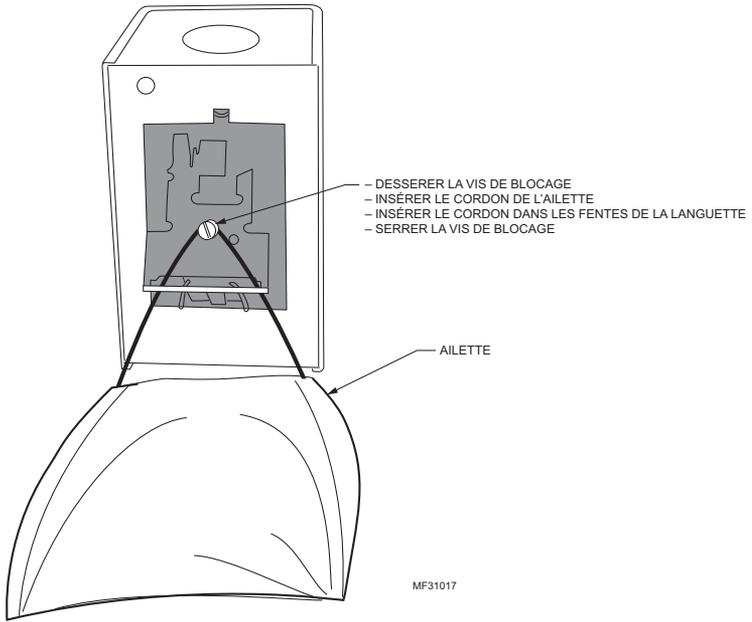

Fig. 12. Fixation de l'ailette à l'interrupteur
4. Fixer l'ailette à l'interrupteur tel qu'illustré à la figure 12.